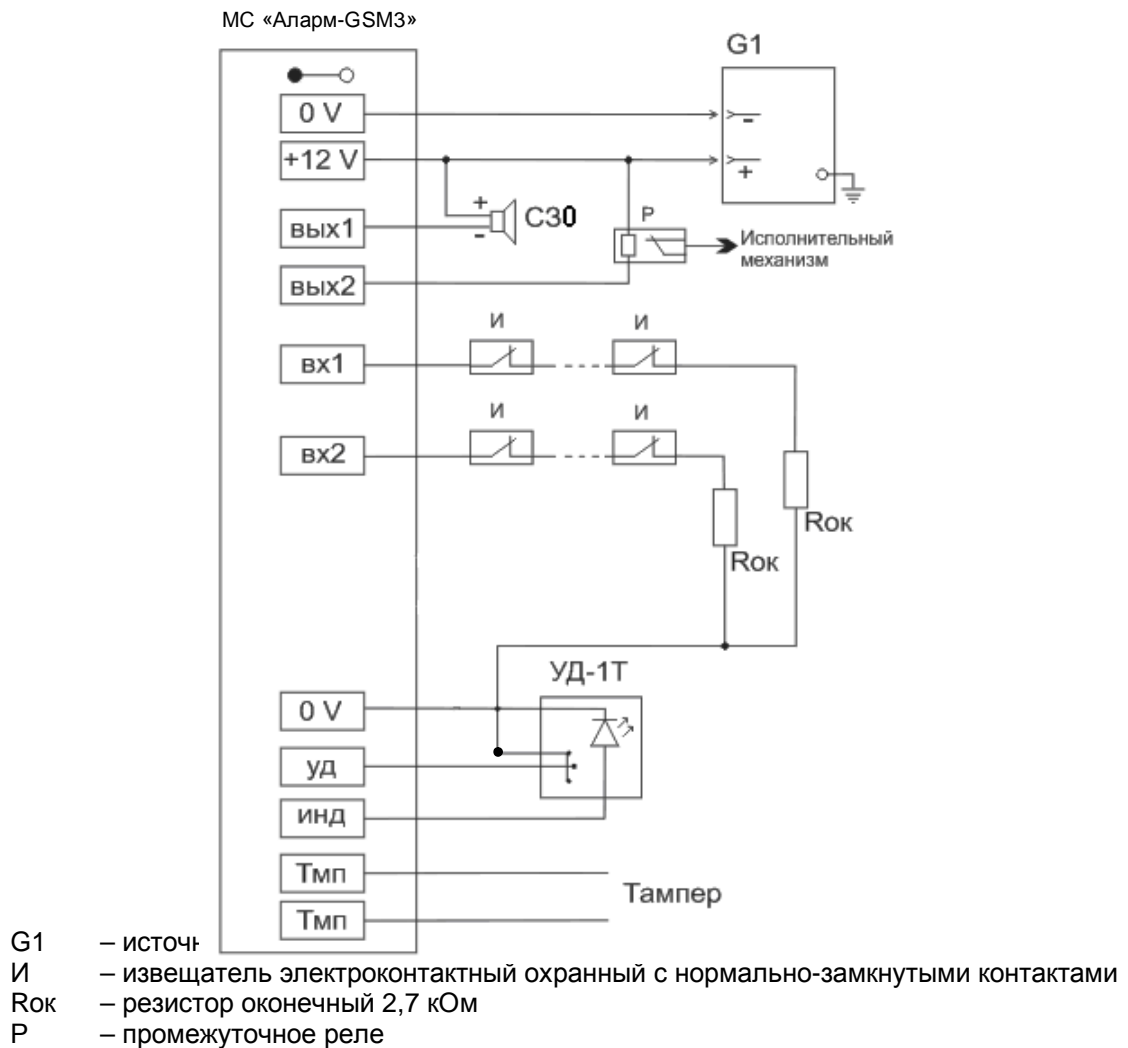

Рисунок 3 – Схема подключения к модулю ИО, УД, СЗО, исполнительных устройств
3.3.5 При использовании модуля только для управления исполнительными устройствами (2.1.2.8, 2.1.2.9, рисунок 3) электропитание модуля осуществляется от РИП.
3.4.2 При использовании модуля в автономных режимах **2** и **4**, в том числе и при использовании модуля только для управления исполнительными устройствами и СЗО (2.1.2.8, 2.1.2.9, рисунок 3), электропитание модуля осуществляется от РИП.